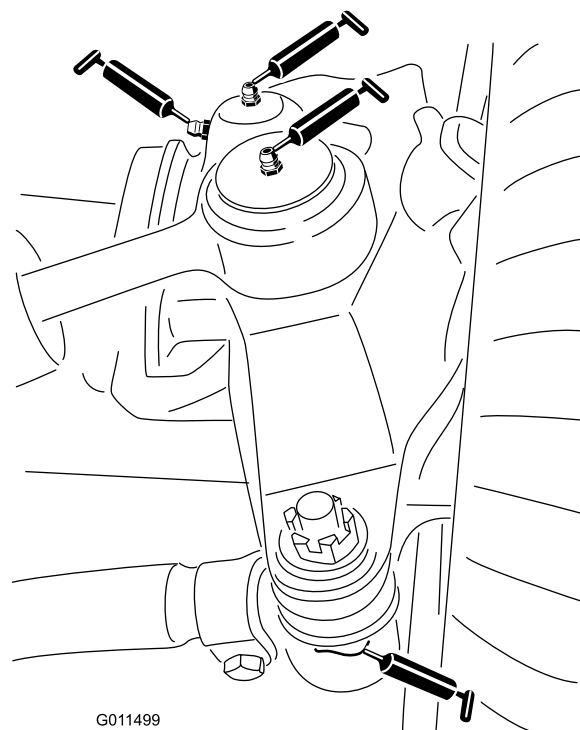

Figura 60
- Giunti sferici (2) del cilindro di sterzo (Figura 60)
- Giunti sferici (2) del tirante (Figura 60)
- Boccole (2) del perno del fuso a snodo (Figura 60).